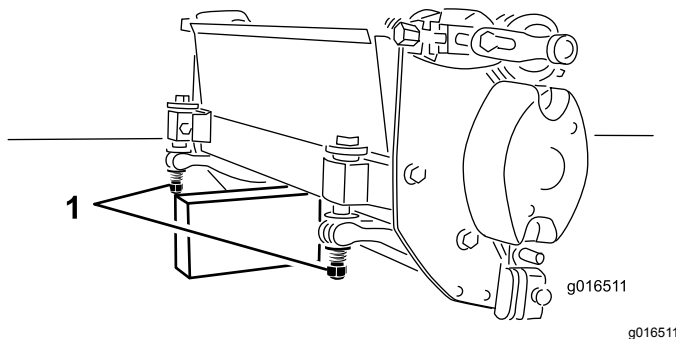

Figura 10
Se for necessário inclinar a unidade de corte para que a lâmina de corte e o cilindro fiquem expostos, coloque um apoio por baixo da traseira da unidade de corte para assegurar que as porcas nos parafusos de ajuste da extremidade traseira da barra de apoio não fiquem apoiadas sobre a superfície de trabalho (Figura 10).
**Nota:** Certifique-se de que as porcas ou parafusos da extremidade traseira da barra de apoio não estão apoiados na superfície de trabalho (Figura 10).